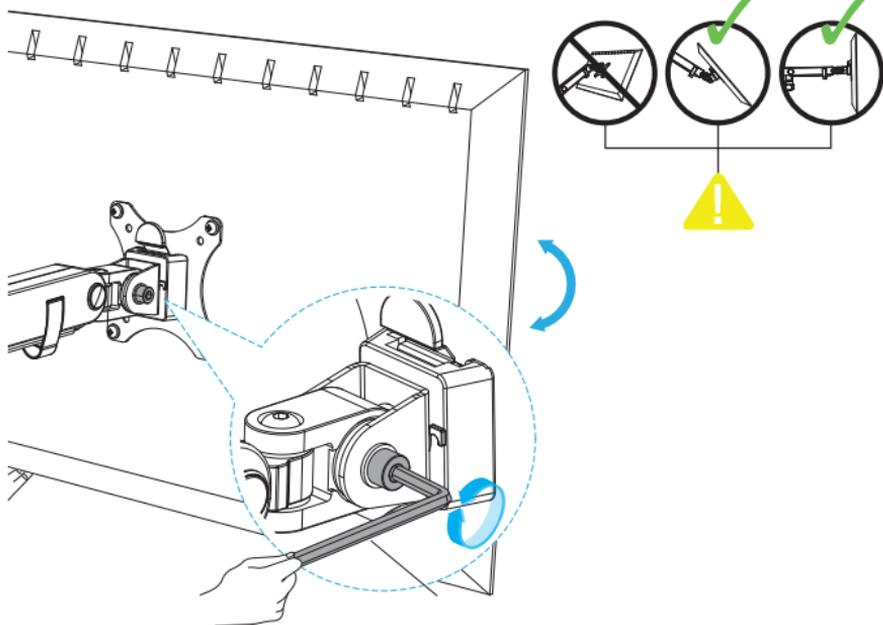

Abbildung 20
1. Die **Neigungsverstellschraube** befindet sich in der Nähe des **Kopfschlitzes**. (Abbildung 20)